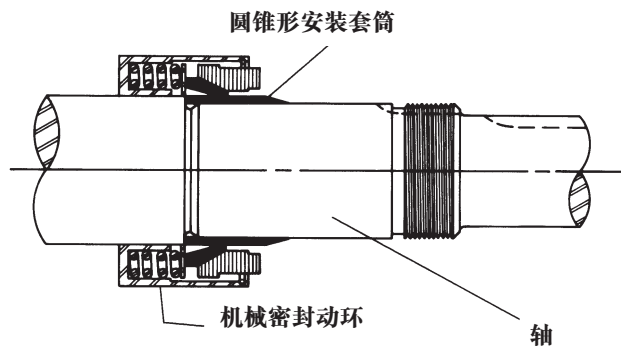

图 5
2. 将圆锥形安装套筒套在轴上。在圆锥形套筒和动环内表面涂抹足量的轻质润滑油。不推荐使用润滑脂。将动环装到轴上，推过锥型套筒。参见图 5。